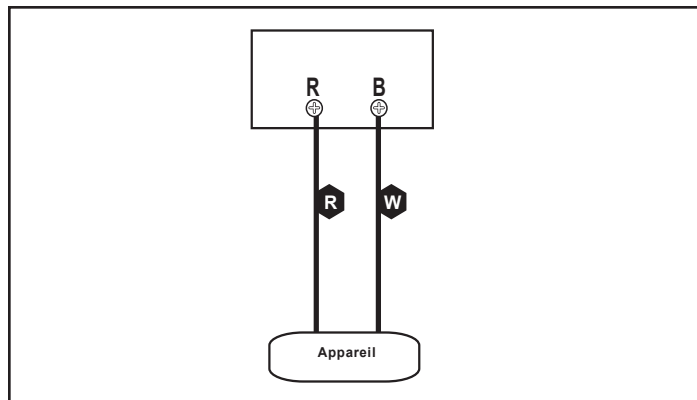

Figure 23.2
5. Connectez le fil de votre thermostat aux bornes W et R (Figure 23.2).